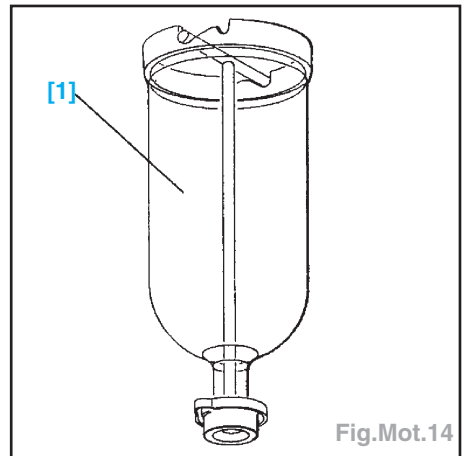

Fig.Mot.14
- 1 - cylindre de charge 4520-T (Fig.Mot.14).